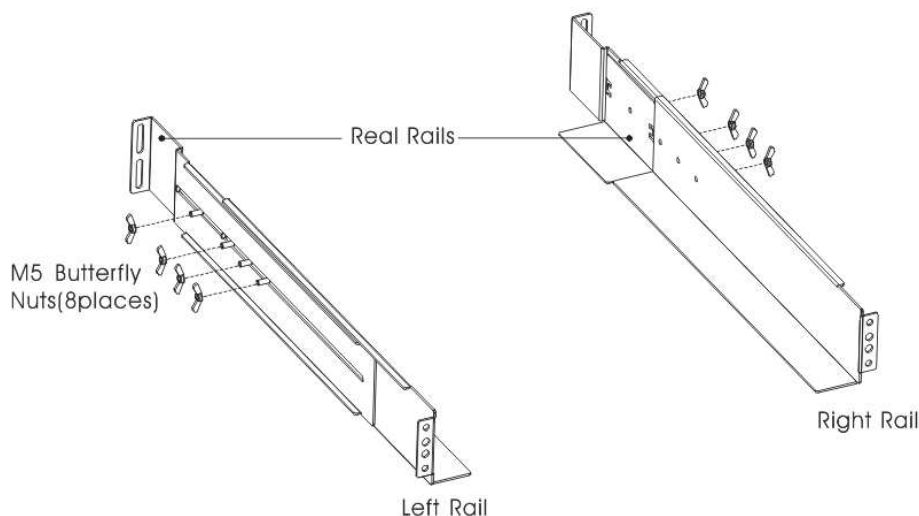

FIG.3 Fissaggio delle guide
1. Assemblare le guide sinistra e destra con le guide posteriori come indicato in FIG.3. Non stringere le viti. Regolare la lunghezza di ogni guida secondo la profondità del rack.
3. Serrare quattro dadi ad espansione nel lato dell' assieme guida (vedi fig. 3).